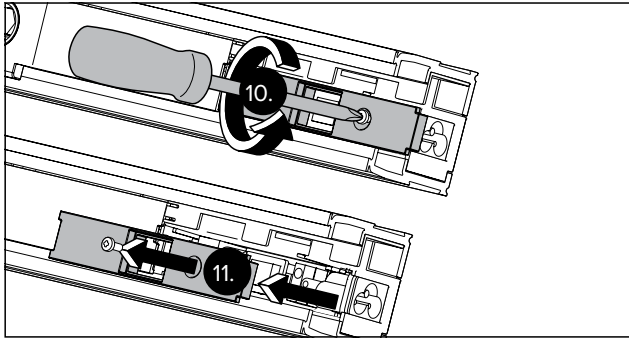

Рис. 18 Снимите крышку.
- Открутите винт от крышки на стороне подключения обоих приводов (рис. 18). Сохраните крышку и винт, они потребуются позднее.
- Снимите крышку (рис. 18).